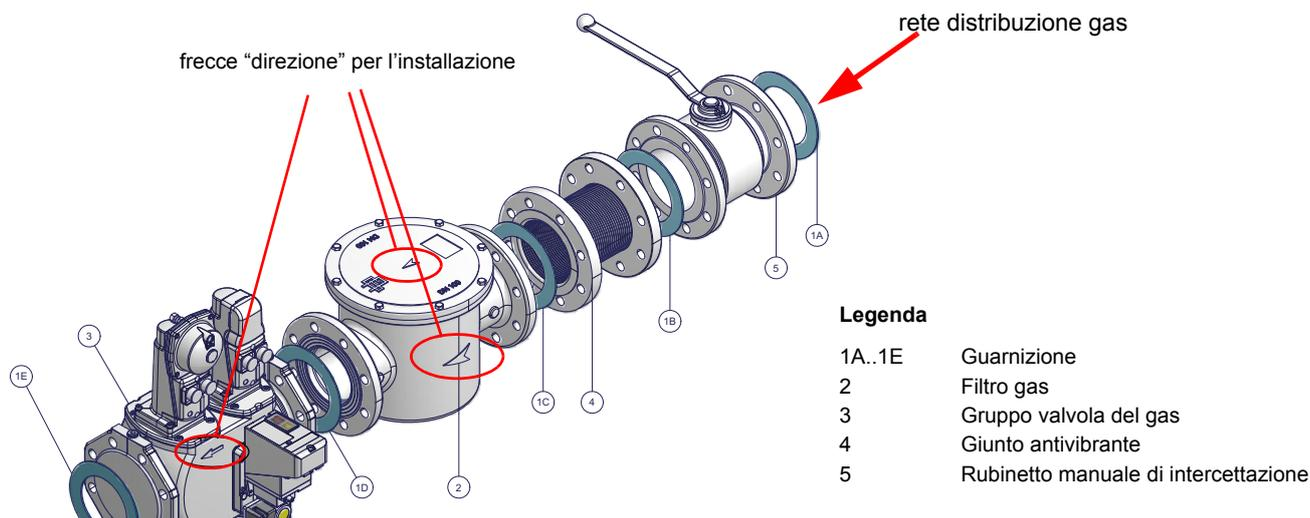

Fig. 4 - Esempio di rampa gas
**ATTENZIONE:** una volta montata la rampa secondo lo schema riportato in Fig. 4, deve essere effettuata la prova di tenuta del circuito gas, secondo le modalità previste dalla normativa vigente.